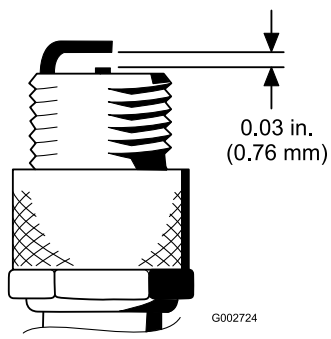

図 28
4. エア・ギャップを 0.76 mm に調整する (図 28)。ガスケット・シールと共に点火プラグをエンジンに取り付け、200 in-lb. (236 N.m = 2.3 kg.m) にトルク締めする。トルクレンチがない場合は十分に締め付ける。